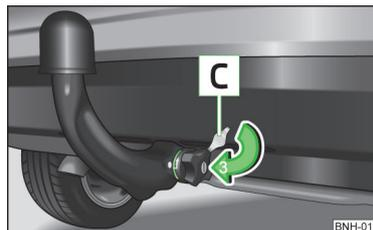

Abb. 9
- › Die Kappe **C** auf das Handradschloss in Pfeilrichtung **3** » Abb. 9 stecken.